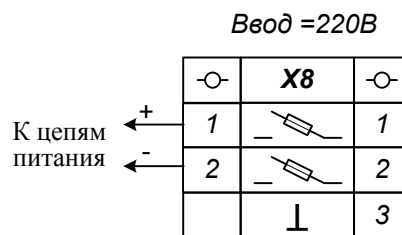

Рис. 4 Схема подключения цепей питания устройства
6.4. Для подключения внешних цепей предусмотрены ряды зажимов, расположенные в задней части устройства, согласно схемам, представленным в разделе 10 (рис. 4 и 5). Каждый зажим клеммного ряда обеспечивает подключение медных или алюминиевых проводов сечением до 2,5 мм².